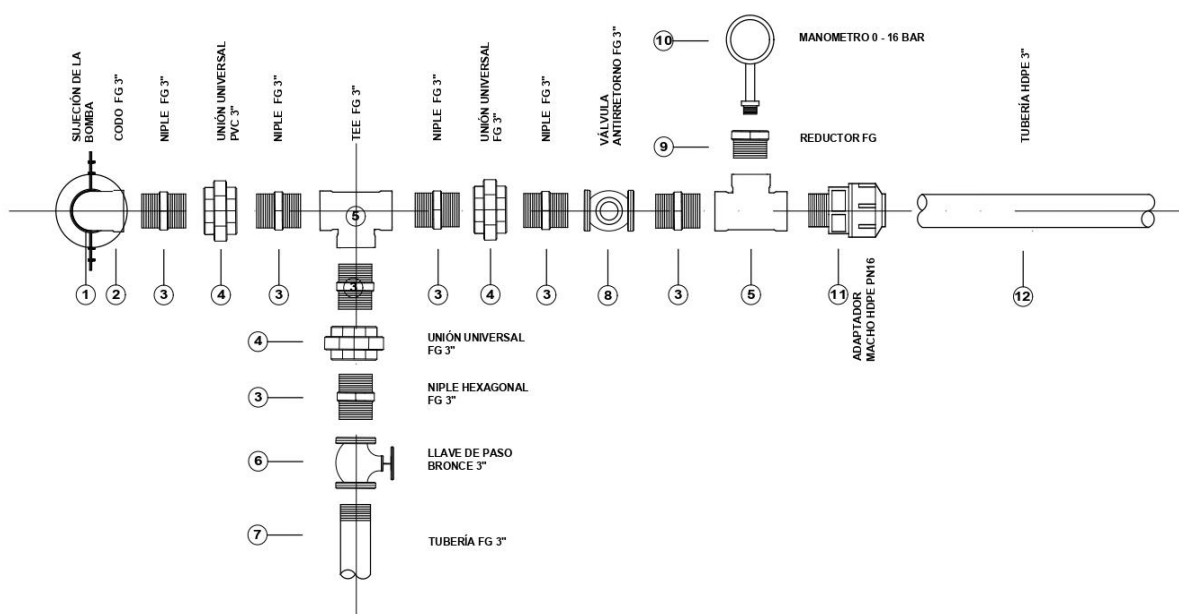

Figura 2. Tren de válvulas del sistema de bombeo
- Las tuberías entre bomba y tren de válvulas junto a la tubería para mantenimiento deben tener un diámetro 3 pulgadas en FG, todos los elementos como válvula tipo cortina (bronce), válvula antirretorno (bronce), codos, niples, tee, coplas, uniones universales, etc., deben ser en FG y las válvulas deben ser metálicas. El tren de válvulas debe tener manómetro con glicerina (De acuerdo a la Figura 2).